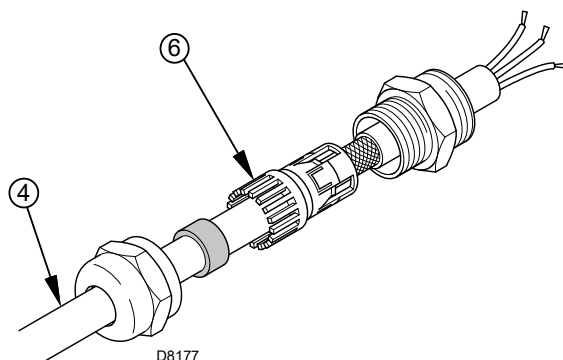

Fig. 24
- Eseguire la schermatura del cavo 4) proveniente dal VSD (Inverter) come illustrato in Fig. 24, utilizzando il raccordo 6);